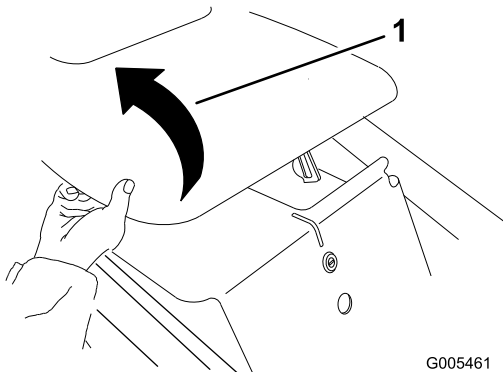

Bild 28
2. Klappen Sie die Haube hoch (Bild 28).